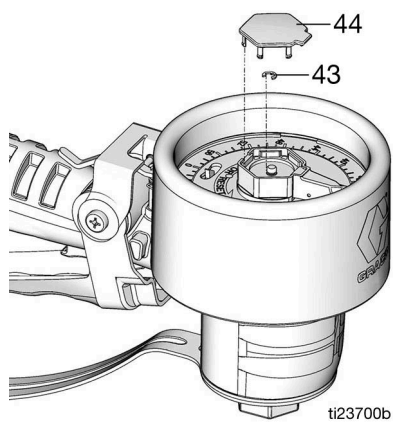

FIG. 35
5. Instale el anillo de retención pequeño (43) y la tapa (44) (FIG. 35).